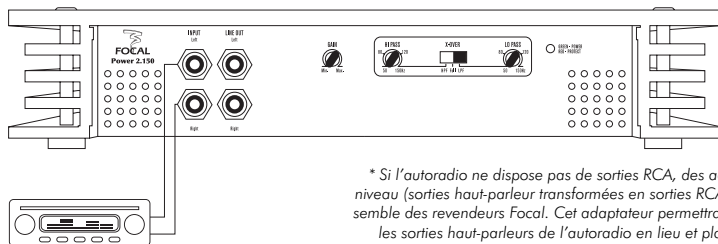

fig. 5
**3.5** - La phase de connexion des câbles de modulation (RCA), REMOTE et câbles haut-parleur peut débuter. Connecter les RCA à l'amplificateur (fig. 5) en respectant les polarités (INPUT Left = noir ou blanc, INPUT Right = rouge). Connecter l'autre extrémité des RCA aux sorties RCA\* de l'autoradio (Left = gauche ; Right = droite).